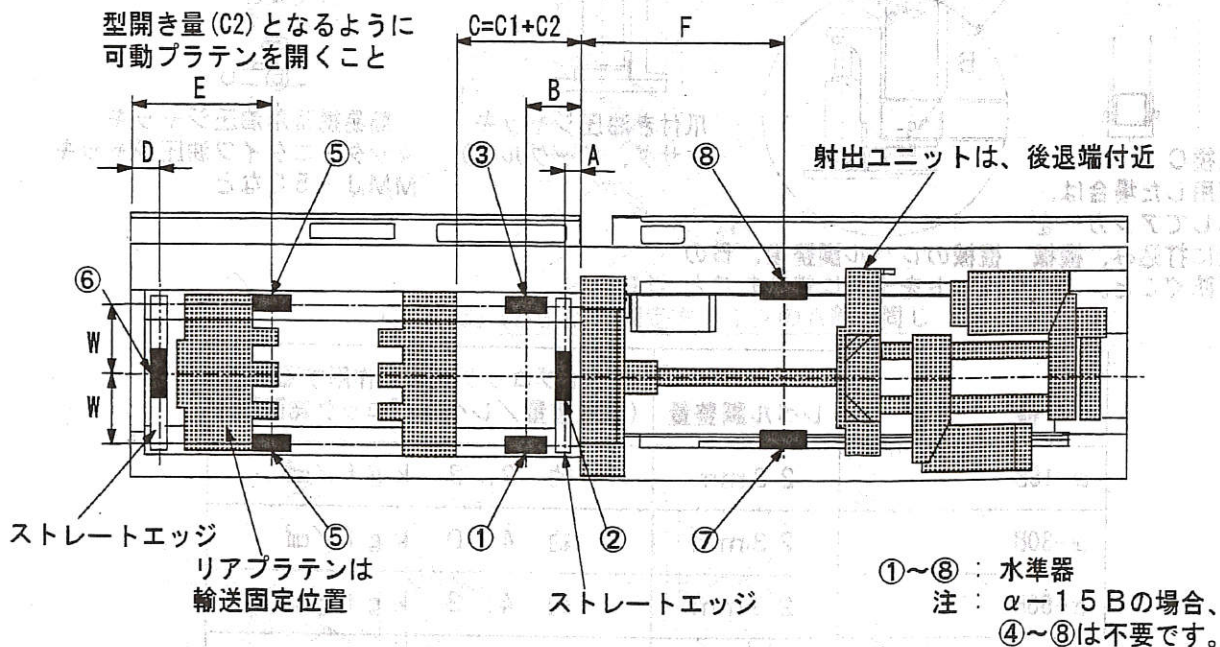

図 1.3.4(b) 水準器の位置
② 型締部カバー及び射出部のカバーを外し、図 1.3.4(b) の①～⑧に示す位置に水準器を置きます。